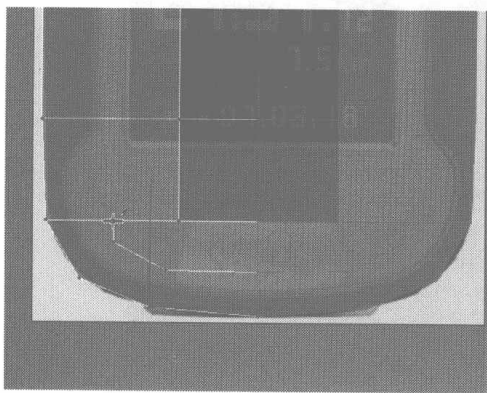
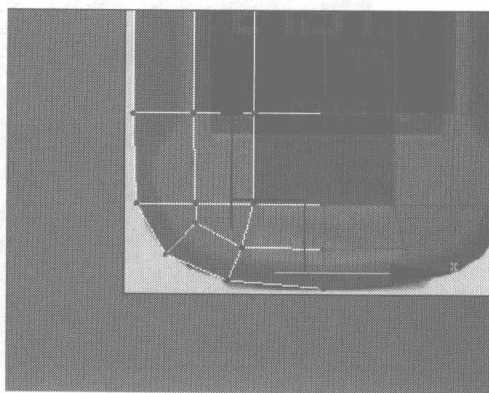

图 4.14
图 4.15
- 09** 单击右键, 在弹出的快捷菜单中选择 Cut 命令, 在如图 4.14 所示的位置添加细线曲线, 然后切换为边界线编辑, 用 Connect 命令分别添加如图 4.15 所示的细分线。